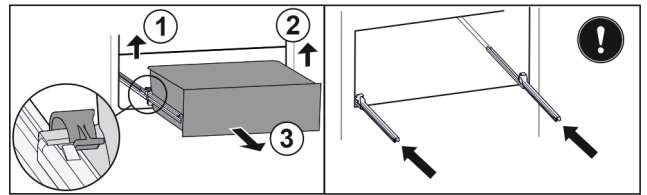

Fig. 35
- Sollevare il morsetto a sinistra e contemporaneamente tirare in avanti il cassetto a sinistra Fig. 35 (1).
- Sollevare il morsetto a destra e contemporaneamente tirare in avanti il cassetto a destra Fig. 35 (2).
- Rimuove il cassetto tirandolo in avanti Fig. 35 (3).